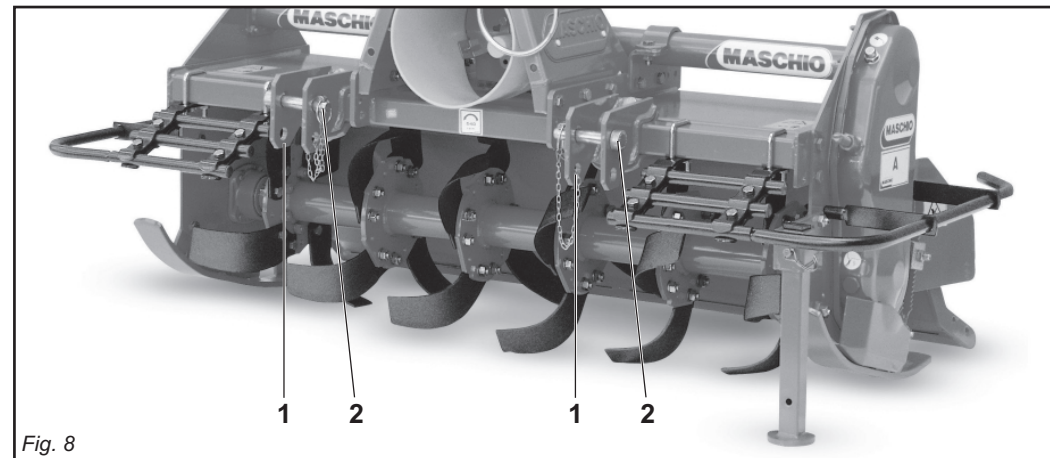

Fig. 8
In base alle dimensioni specifiche di questi 2 tipi di attacchi dei trattori è necessario determinare la posizione più favorevole della macchina spostando opportunamente sul tubo quadro le piastre (1 Fig. 8) e inserendo i perni (2 Fig. 8) nei fori corrispondenti al giusto diametro delle parallele del trattore.
*Depending on the precise dimensions of these two types of hitches, find the best position for the machine by moving the plates (1 Fig. 8) along the square tubular and inserting the pin (2 Fig. 8) in the holes corresponding to the correct diameter for the tractor's parallel arms.*
En fonction des dimensions spécifiques de ces deux types d'attelages des tracteurs il faut déterminer la position la plus favorable de la machine en déplaçant, sur le tube carré, les plaques (1 Fig. 8) et introduire les axes (2 Fig. 8) dans les trous correspondant au bon diamètre des parallèles du tracteur.
*Der Anbau der Maschine am Schlepper erfolgt nur dann, wenn die Maschine am Boden steht, und zwar auf ebenem Gelände. Alle Maschinen können an jedem beliebigen Schlepper mit Universal-Dreipunktaufhängung der 1. und 2. Kategorie angebaut werden. Aufgrund der spezifischen Abmessungen dieser beiden Schlepperanschlüsse kann man die günstigste Position der Maschine festlegen, indem man die Platten (1 Abb. 8) auf dem Vierkantröhr verschiebt und die Bolzen (2 Abb. 8) in die entsprechenden Bohrungen mit dem richtigen Durchmesser auf dem Schleppergestänge einsteckt.*
La conexión de la máquina al tractor debe realizarse con la máquina adherente al suelo y en un terreno llano. Todas las máquinas pueden ser adaptadas a cualquier tractor dotado de enganche universal de tres puntos de 1ª y 2ª categoría. En relación a las dimensiones específicas de estos dos tipos de enganche de los tractores hace falta determinar la posición más favorable de la máquina desplazando oportunamente en el tubo cuadrado las placas (1 Fig. 8) e introduciendo los pernos (2 Fig. 8) en los orificios correspondientes al correcto diámetro de las paralelas del tractor.
Le piastre (1 Fig. 8) vanno montate sempre e solo come mostrato in Fig. 8 con i fori posizionati anteriormente al tubo quadro.
- 1) Accostare le parallele del sollevatore ponendole all'interno delle piastre (1 Fig. 8), inserire il perno (2 Fig. 8) nel foro predisposto e bloccare con le copiglie a scatto.
The plates (1 Fig. 8) must always and only be mounted as shown in Fig. 8 with the holes towards the front of the square tubular.
- 1) Near the lift bars, setting them in the most suitable plates (1 Fig. 8). Insert the pin (2 Fig. 8) into the relative hole and lock in place with the snap-in split pins.
Les plaques (1 Fig. 8) doivent obligatoirement être montées comme illustré dans la Fig. 8 en utilisant les trous placés à l'avant du tube carré.
- 1) Approchez les barres du relevage en les plaçant à l'intérieur des plaques les plus appropriées (1 Fig. 8), introduisez l'axe (2 Fig. 8) dans le trou correspondant et bloquez par les goupilles à encastrement.
Die Platten (1 Abb. 8) dürfen nur und ausschließlich so montiert werden, wie es in Abb. 8 gezeigt ist, nämlich mit den Bohrungen, die vor dem Vierkantrohr angeordnet sind. Der Hersteller haftet nicht für die Beschädigung der Maschine oder des Schleppers infolge der Nichtbeachtung dieser Angabe.
- 1) Die Lenker des Krafthebers annähern und in die am besten geeigneten Platten schieben (1 Abb. 8). Den Bolzen (2 Abb. 8) in das Loch stecken und mit dem einrastenden Splint blockieren.
Las placas (1 Fig. 8) deben ser montadas siempre y solamente según lo indicado en la Fig. 8 con los orificios posicionados delante del tubo cuadrado. La firma constructora no es responsable de rupturas en la máquina o en el tractor originadas por falta de respeto de esta indicación.
- 1) Acercar las barras del elevador poniéndolas dentro de las placas más indicadas (1 Fig. 8), introducir el perno (2 Fig. 8) en el orificio y bloquear con los pasadores de resorte.